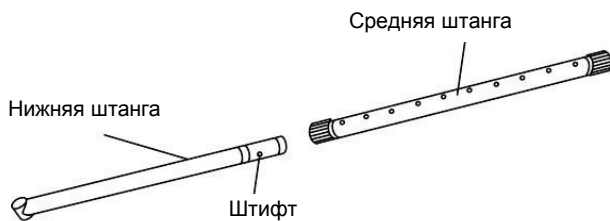

Рис. 3
2. Ослабьте фиксирующую гайку на средней штанге, нажмите на фиксирующий штифт на нижней штанге и вставьте нижнюю штангу (рис. 3).